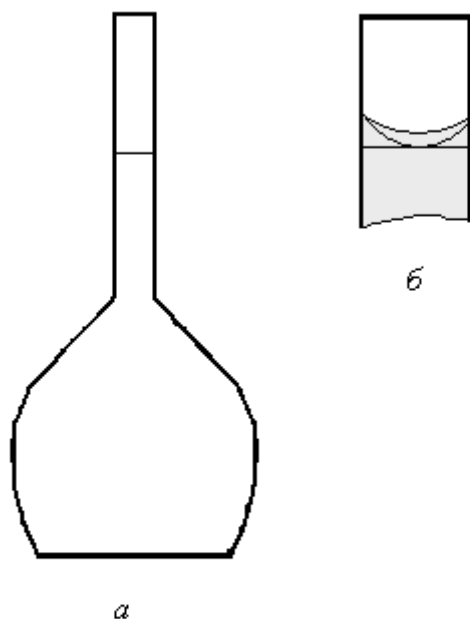

Рис. 2 Приготовление раствора в мерной колбе.
- 2) отмерьте мерным цилиндром вычисленный объем исходного раствора, через воронку аккуратно перелейте его в мерную колбу (см. рис. 2а);
0,5-1 см ниже уровня метки, затем добавляйте воду по каплям (с помощью капельниц из стаканчика), доводя уровень жидкости до метки (нижний край мениска, то есть поверхности жидкости, должен касаться метки при помещении ее на уровень глаз (рис. 2б). Затем, закрыв колбу пробкой, тщательно перемешайте раствор, переворачивая колбу вверх дном так, чтобы пузырь воздуха проходил через весь раствор, а при возвращении колбы в исходное положение касался пробки. Пробку при этом следует придерживать.
5. **Отберите пробы анализируемого раствора.** Используя пипетку Мора (рис. 2б) и грушу, отмерьте 3 пробы анализируемого раствора, перенесите их в конические колбы. Для того, чтобы отобрать пробу, в стаканчик на 50 или 100 мл налейте до 1/2 объема анализируемый раствор. Заполните пипетку анализируемым раствором выше метки, набрав его при помощи резиновой груши. Быстро закройте отверстие пипетки указательным пальцем правой руки. После этого стаканчик возьмите в левую руку и ее указательным пальцем слегка прижмите носик пипетки к стенке стаканчика (обязательно вне жидкости, при этом стаканчик держат наклонно, а пипетку – вертикально), чтобы жидкость стекла струей по стенке стаканчика, а не капала. Затем, слегка ослабляя указательный палец правой руки, очень плавно, без толчков слейте раствор до метки. При этом глаз должен находиться на уровне метки. Слегка наклонив пипетку (тогда из нее не будет капать жидкость), перенесите ее в колбу для титрования и слейте раствор, держа пипетку вертикально. Когда жидкость перестанет вытекать из пипетки, наклоните колбу и, коснувшись носиком пипетки стенки колбы, подержите ее в таком положении несколько сек.унд (жидкость из пипетки выдувать нельзя!). В каждую колбу добавьте 1-2 капли индикатора. В случае использования метилоранжа необходимо в отдельной колбе приготовить раствор-свидетель (у этого индикатора окраска меняется плавно, необходимо иметь для сравнения образец). Для приготовления свидетеля в коническую колбу внесите 20 см3 дистиллированной воды, добавьте 1-2 капли метилоранжа и 1-2 капли раствора кислоты из бюретки. Окраска свидетеля должна стать золотисто-розовой.